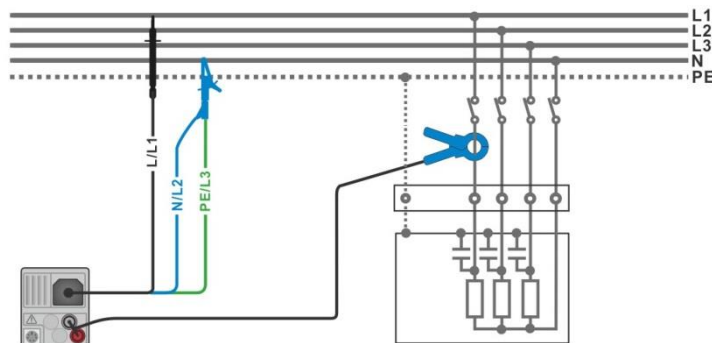

figura 7.50: Misura di Armoniche
- Collegare i puntali di tensione e la pinza amperometrica all'elemento da testare, vedere **figura 7.50**.